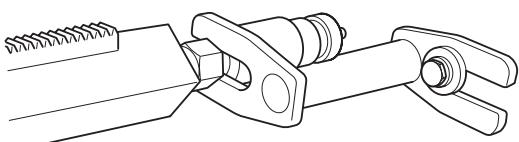

Fig. 9
9. Per fissare ulteriormente la colonna di foratura si può utilizzare l'attacco a espansione (fig. 9). L'attacco si regola rispetto alla vite del montante, quindi si fissa alla parete con un bullone a espansione. Fissare con il dado di bloccaggio da 30 mm.
9. Zur zusätzlichen Sicherung der Bohrsäule kann eine Expanderhalterung verwendet werden (Abb. 9). Die Halterung wird an die Stempelschraube angepasst und mit einer Spreizschraube in der Wand fixiert. Mit 30-mm-Sicherungsschraube sichern.
9. Pour attacher de manière encore plus sûre le pilier de forage, une fixation d'expansion peut être utilisée (Fig.9). La fixation est réglée contre la vis du poteau et attachée au mur à l'aide d'un boulon d'expansion. Consolider à l'aide d'un contre-écrou de 30 mm.
9. Om de boorkolom nog meer te zekeren, kan de expansiesteun worden gebruikt (Fig. 9). De steun wordt afgesteld tegen de stutschroef en op de wand gefixeerd met een rekbout. Zekeren met borgmoer 30 mm.